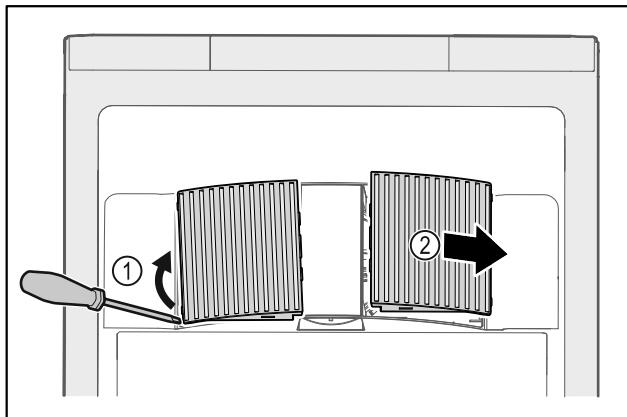

Fig. 161
- Oprezno podignite ventilatorske pokrove sa strane Fig. 161 (1) i skinite ih prema naprijed Fig. 161 (2).